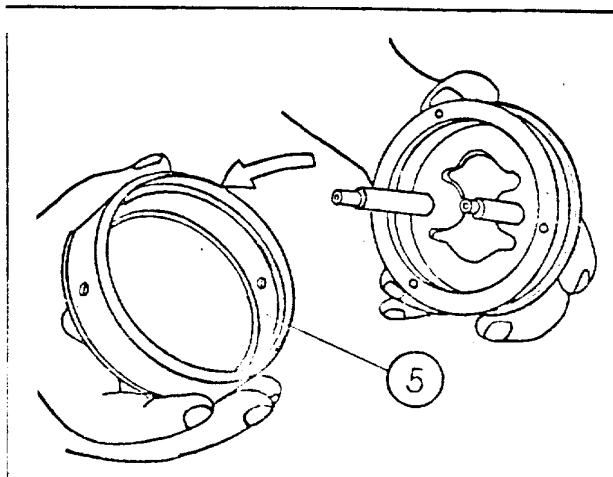

Fig. 51
13) Remove the zooming ring (5) (Fig. 51).